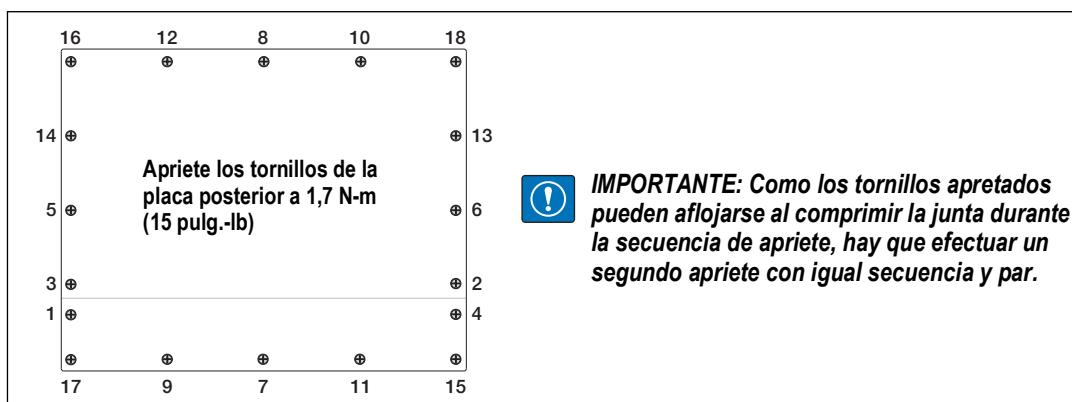

Figura 3-1. 920i Placa posterior de la carcasa
3. Apriete los tornillos a 1,7 N·m (15 pulg.-lb), siguiendo el patrón mostrado en la Figura 3-1, para evitar distorsionar la junta de la placa posterior.
4. Vuelva a instalar la placa posterior, consulte la Figura 3-1 en la página 13.